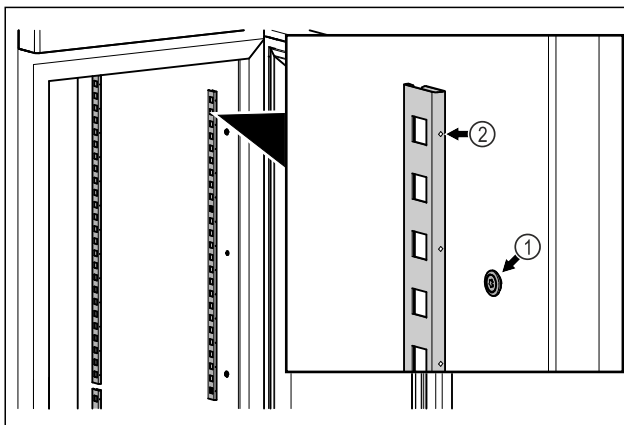

Fig. 48 Beispielhafte Darstellung
- ▶ Rastenleisten in Aufhängung Fig. 48 (1) einhängen. Markierung Fig. 48 (2) muss nach vorne zeigen.